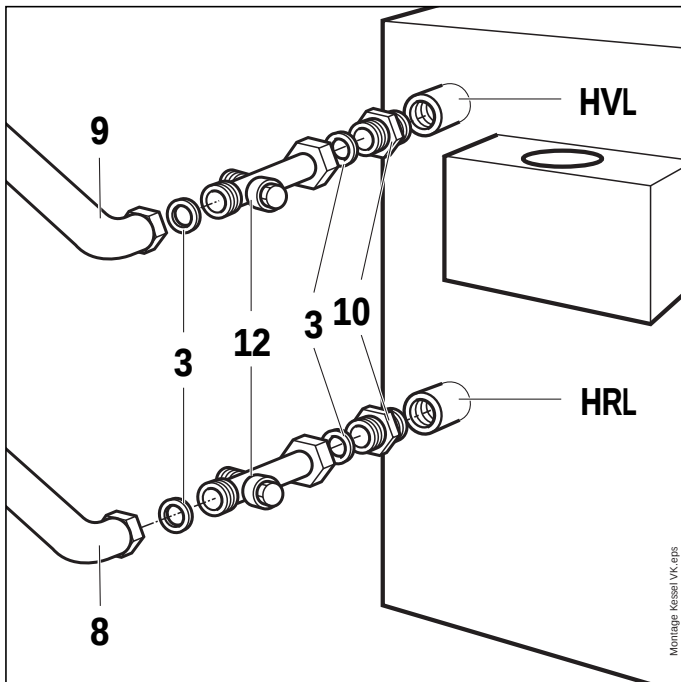

Abb. 2 Montage des Speicherladesets am Gas-Heizkessel VK 11- 47
Zum Anschluß des Speicherladesets an einen Öl-Kessel VKO ... / 3 gehen Sie gemäß der Beschreibung für einen Gas-Heizkessel VK 11-47 vor (siehe Abb. 2).
- Alle anderen Verschraubungen flachdichtend und gemäß Abb. 2 montieren.
Die T-Stücke (12, Abb. 2) und die Doppelnippel (10, Abb. 2) aus dem Speicherladeset werden für den Anschluß der VKO .../4-Kessel nicht benötigt.